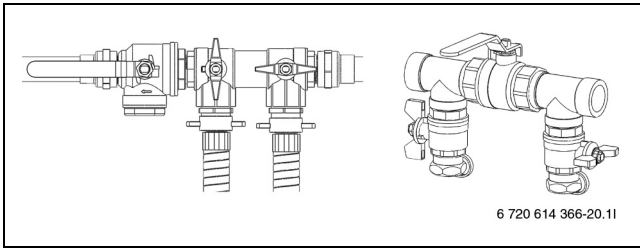

Bild 27 Befülleinrichtungen in Druckerhöhungposition
- ▶ Nach erfolgter Entlüftung Kreis unter Druck setzen. Ventile der Befülleinrichtung auf Druckerhöhungposition stellen und Kreis mit 2,5 bis 3 bar unter Druck setzen (→ Bild 27).